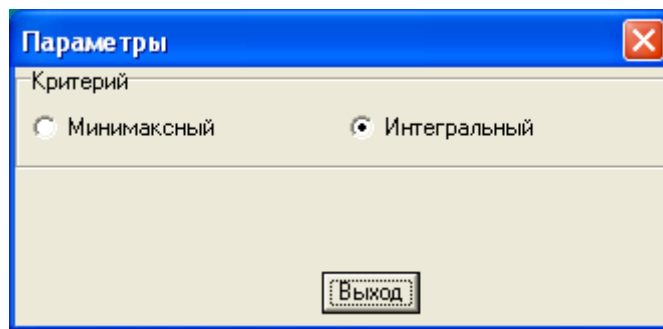

Рис.4.6.
- Для оптимального выбора коэффициентов настройки при расчете спектра замкнутой системы, можно использовать кнопку *Оптимум*. Предварительно надо в таблице *Каналы* задать начальные значения коэффициентов настройки и указать каналы, по которым будет осуществляться поиск оптимума в столбце *Опт*. Поиск оптимума производится методом покоординатного спуска по двум возможным критериям качества: минимаксному или интегральному. Выбор критерия производится в форме рис.4.6.